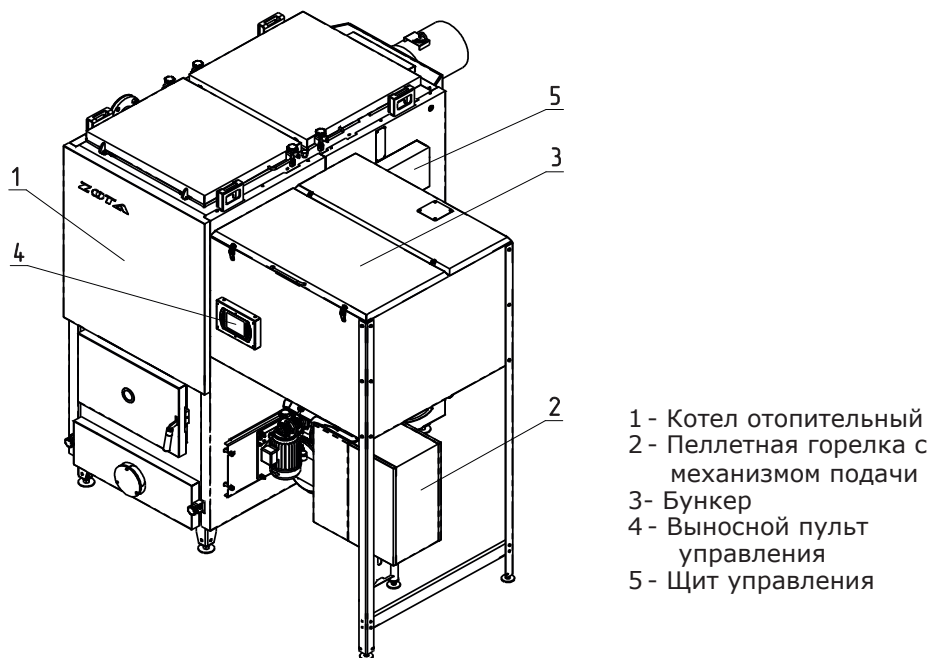

Рис.1 Котел пеллетный в сборе
5.1. Пеллетный котел Zota Pellet-PRO в сборе (рис.1) состоит из: котла отопительного (поз.1), пеллетной горелки с механизмом подачи (поз.2), бункера (поз.3) (с возможностью установки на него дополнительной секции для увеличения его объема), выносного пульта управления (поз.4), щита управления (поз.5).
5.6. На правой стенке котла расположен щит управления (поз.6, Рис.1), к которому подключаются: выносной пульт, механизм подачи, вентилятор наддува, вентилятор вытяжной (не входит в комплект поставки), датчики температуры и насосы. На левой боковой стенке щита управления расположен выключатель питания котла аварийный термовыключатель, колодка предохранителя, разъем пульта управления. В нижней части щита находятся разъемы для присоединения циркуляционных насосов и разъема для подключения сетевого шнура. На правой боковой стенке щита управления расположены сальники для ввода кабеля от механизма подачи и сальники для ввода проводов от датчиков температуры.
5.7. Котел снабжен автоматикой для поддержания установленной температуры теплоносителя и системой безопасности от перегрева котла. Режим работы котла устанавливается на панели выносного пульта управления (поз.4, Рис.1). Заводские настройки пульта управления обеспечивают эффективное сгорание пеллет.
6.7.1. Снимите крышку щита управления (поз.6, Рис.1).
6.7.6. Установите пульт управления (поз.4, Рис.1) на бункер и подключите к нему разъем соединительного кабеля от щита управления.